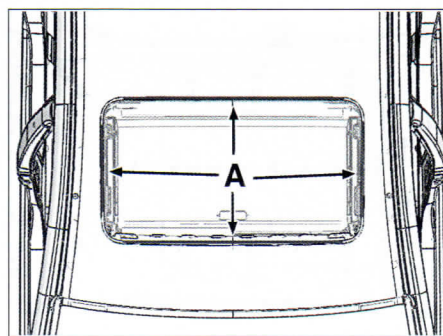

FIG. 55
Procurar durante el montaje repartir los juegos en (A) entre el panel móvil y el hueco de techo (fig. 55).